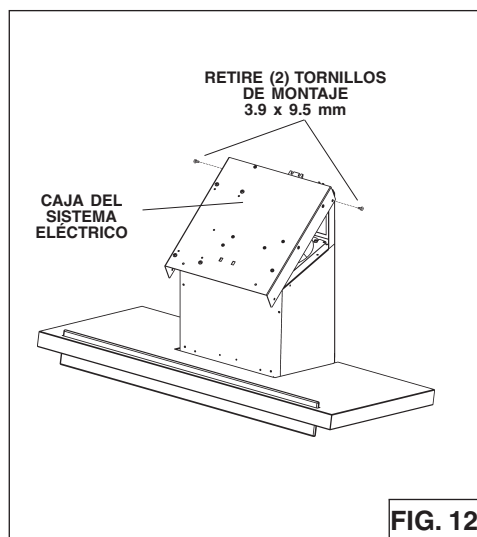
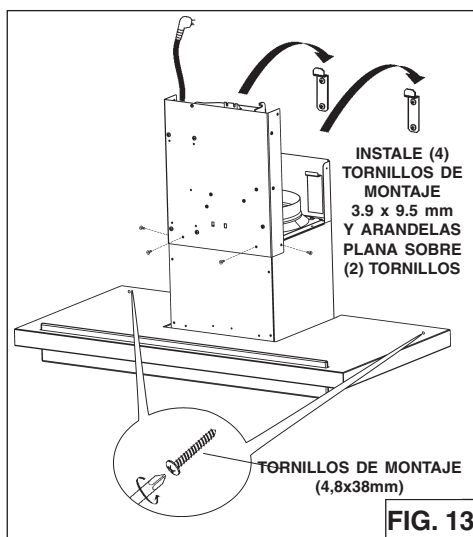

FIG. 12
FIG. 13
1. Retire la caja del sistema eléctrico del bastidor de la chimenea quitando (2) tornillos de 3.9 x 9.5 mm. Fig. 12.
2. Fije la caja del sistema eléctrico al bastidor usando (2) tornillos de 3.9 x 9.5 mm que quitó en el Paso 1 y (2) tornillos de 3.9 x 9.5 mm y (2) arandelas planas de la bolsa de herrajes.
3. Instale la campana en los soportes de montaje de pared. Fig. 13. Ajuste los tornillos de nivelación en los soportes de montaje para nivelar la campana con el piso.
4. Marque e instale (2) tornillos adicionales, tal como se ilustra. Use taquetes para panel de yeso solamente si fuera necesario.